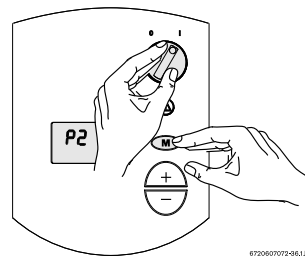

Fig. 36
- ▶ Manteniendo pulsado el botón Programación (M), coloque el interruptor On/Off en ON (I) (véase la Fig. 36). Suelte el botón Programación en el momento en que "188" parpadee en el display. Ahora, en el display debe aparecer P2.